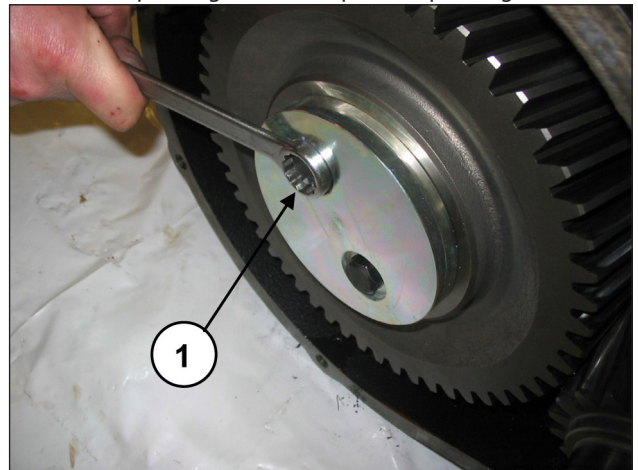
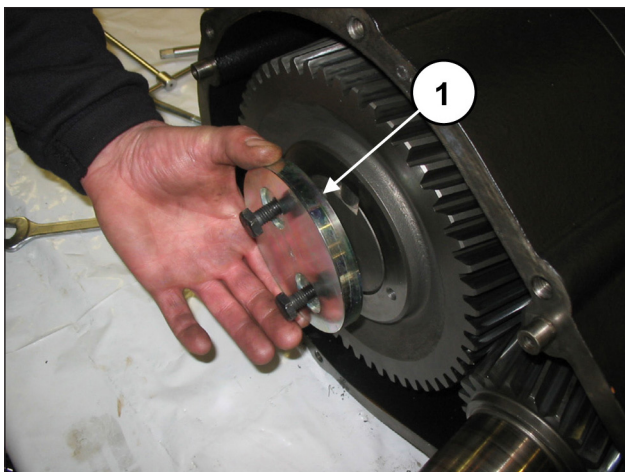

Fig. 10
Fig. 11
Une fois l'opération terminée, déposer le couvercle du réducteur puis dégager le coussinet du pignon. Dévisser les vis de fixation du dispositif de retenue de la couronne (rep. ①, Fig. 10) et le déposer (rep. ①, Fig. 11).